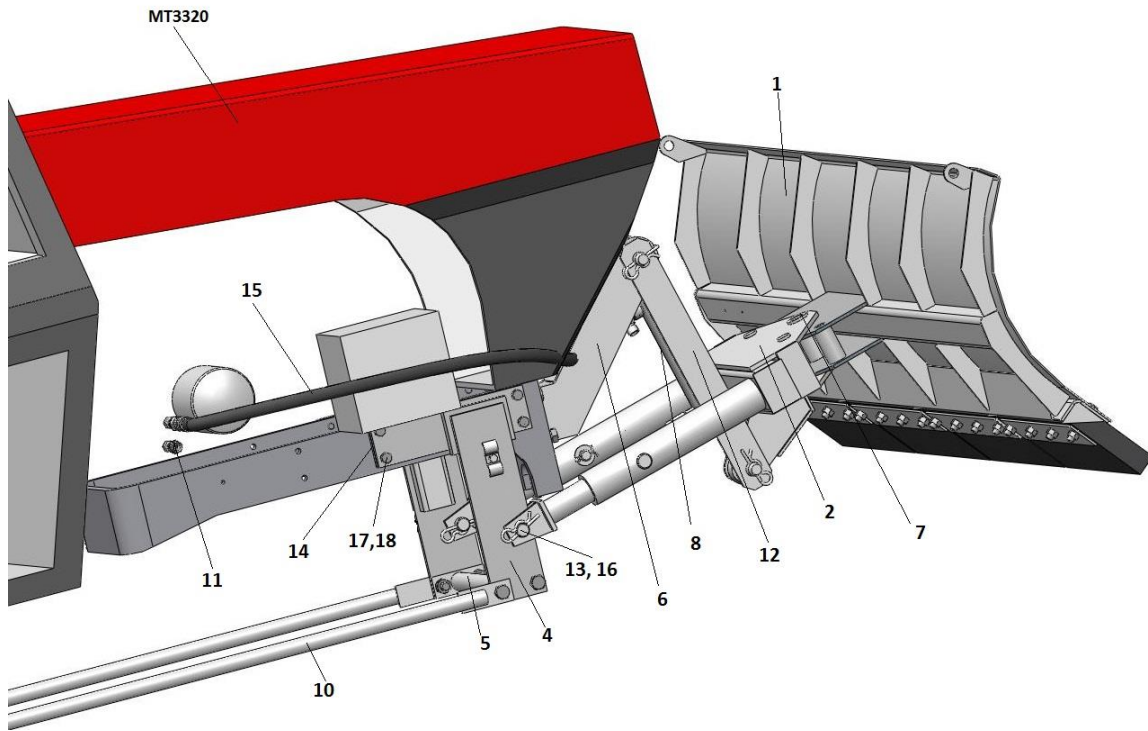

Рис.3 КО320-2,0
2.7. Устройство и работа оборудования КО320-2,0 и КО320-2, 0.ГП с гидроповоротом (рис.3,4)
Плужное оборудование (рис.3,4) состоит из:
2.8.9. Для отвала без гидроповорота (рис.3) полости гидроцилиндра соединить с гидросистемой трактора при помощи двух РВД (15) и переходником (11).